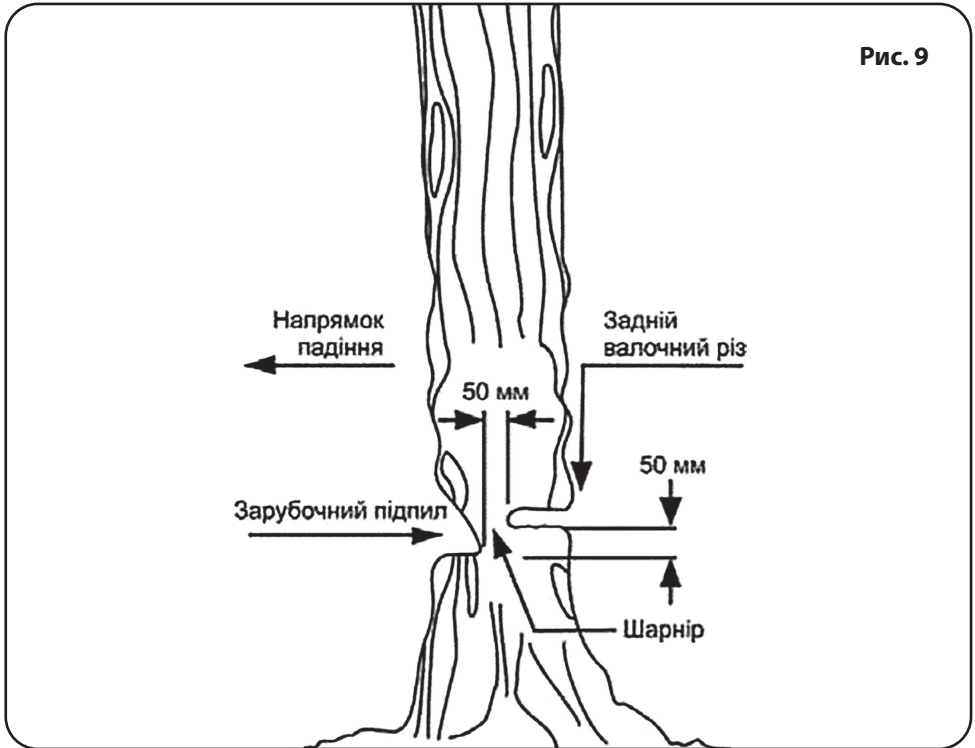

Рис. 9
**Зарубочний підпил (дивіться рисунок 9)**
**Задній валочний різ (див. рис. 9)**